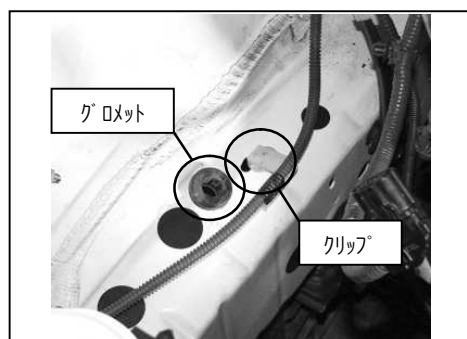

図7
- ③O部分のハーネスクリップ及び、グロメットを取り外します。図7参照